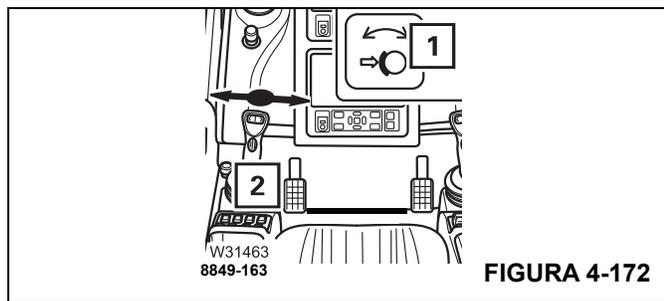

FIGURA 4-172
La luz (1), (Figura 4-172), se extinguirá si el freno de giro se ha liberado.